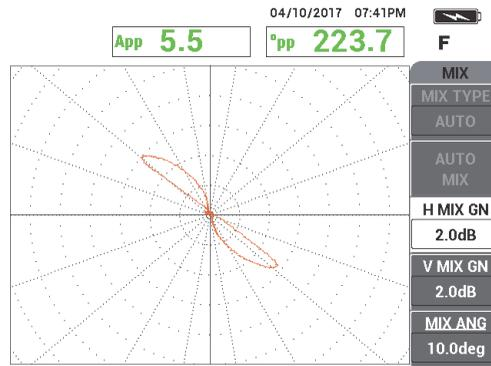

Figura 5-173 Il segnale del foro passante dopo la regolazione del guadagno della funzione AUTO COMB.
9. Regolare **GU.O.COMB.** (guadagno combinato orizzontale, tasto C) e **G.V.COMB.** (guadagno combinato verticale, tasto D) fino a quando il segnale si estende su approssimativamente 6 frazioni principali nella griglia (vedere Figura 5-173 a pagina 264).